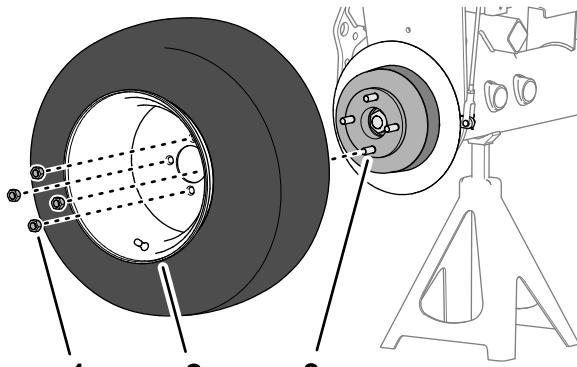

Figura 64
1. Rimuovete i 4 dadi a staffa che fissano la ruota anteriore al mozzo e rimuovete la ruota (**Figura 64**).